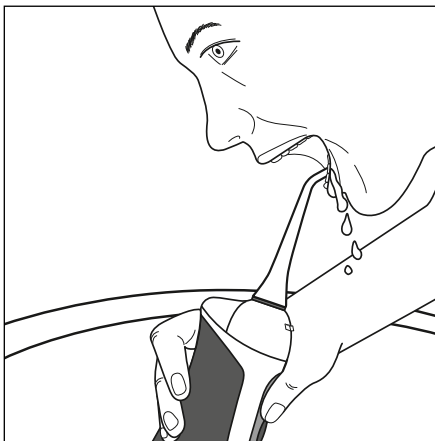

Fig. 1
- Veillez pendant l'utilisation à ne pas boucher avec vos doigts les ouvertures d'arrivée d'air ④ situées au dos du corps de l'hydropropulseur ⑤.
- Si vous tenez le corps de l'hydropropulseur ⑤ trop en biais pendant l'utilisation, de l'eau risque de s'écouler par les ouvertures d'arrivée d'air ④.
- Le corps de l'hydropropulseur ⑤ s'éteint automatiquement après environ 50 secondes (jet)/environ 60 secondes (normal)/environ 70 secondes (soft), même s'il y a encore de l'eau dans le réservoir à eau ⑥.
- 1) Remplissez le réservoir d'eau ⑥.
- 2) Insérez un embout ② sur le corps de l'hydropropulseur ⑤.
- 3) Appuyez sur la touche de sélection du niveau de puissance ⑬, pour régler le niveau de puissance souhaité.
- 4) Introduisez l'embout ② dans la bouche pour éviter les projections d'eau. Penchez-vous au-dessus du lavabo et maintenez le corps de l'hydropropulseur ⑤ le plus verticalement possible (voir fig. 1). Le buse ① de l'embout ② est dirigé vers les dents/espaces interdentaires.